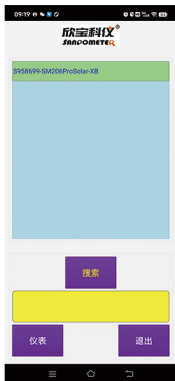
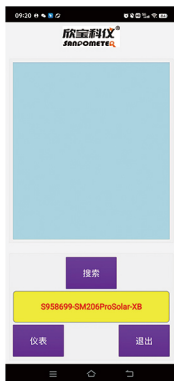

图1
图2
①进行连接前，请确保手机蓝牙开启，仪表蓝牙功能开启，仪表显示屏有蓝牙符号出现。
②打开“欣宝科仪APP”，点击“搜索”，如图1所示，上方蓝色框内会出现该仪表的蓝牙序列号。如果用户有多台仪表的蓝牙开启，蓝色框内会出现多台序列号，此时点击需要连接的仪表，选中仪表的序列号会出现在下方黄色状态栏里。如图2所示。